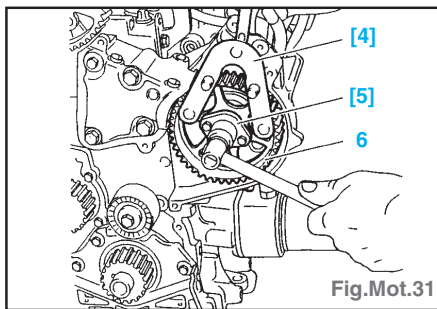

Fig.Mot.31
- le tuyau (5) en faisant contre-couple en «b»,
- la fixation AR (2).
- Poser l'outil [5], desserrer puis déposer le pignon (6) à l'aide de l'outil [4] (Fig.Mot.31).